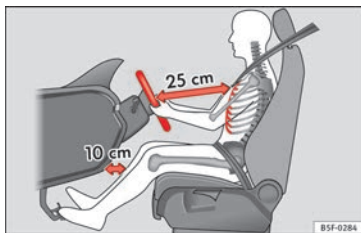
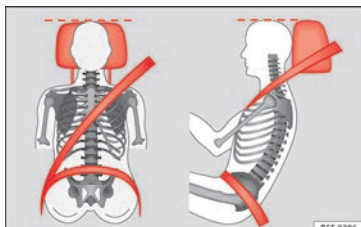

Abb. 79 Der richtige Abstand des Fahrers zum Lenkrad muss mindestens 25 cm (10 inch) betragen.
Abb. 80 Richtiger Gurtbandverlauf und richtige Kopfstützeinstellung.
- Kopfstütze so einstellen, dass die Oberkante der Kopfstütze sich möglichst auf einer Linie mit dem oberen Teil des Kopfs – jedoch nicht niedriger als Augenhöhe – befindet. Hinterkopf stets so nah wie möglich an der Kopfstütze positionieren » **Abb. 79** und » **Abb. 80**.
- Lenkrad so einstellen, dass der Abstand zwischen Lenkrad und Brustbein mindestens 25 cm (10 inch) beträgt » **Abb. 79** und das Lenkrad mit beiden Händen und leicht gebeugten Armen seitlich am äußeren Rand festgehalten werden kann.
- Fahrersitz in Längsrichtung so einstellen, dass die Pedale mit leicht angewinkelten Beinen durchgetreten werden können und der Abstand zur Instrumententafel im Kniebereich mindestens 10 cm (4 inch) beträgt » **Abb. 79**.